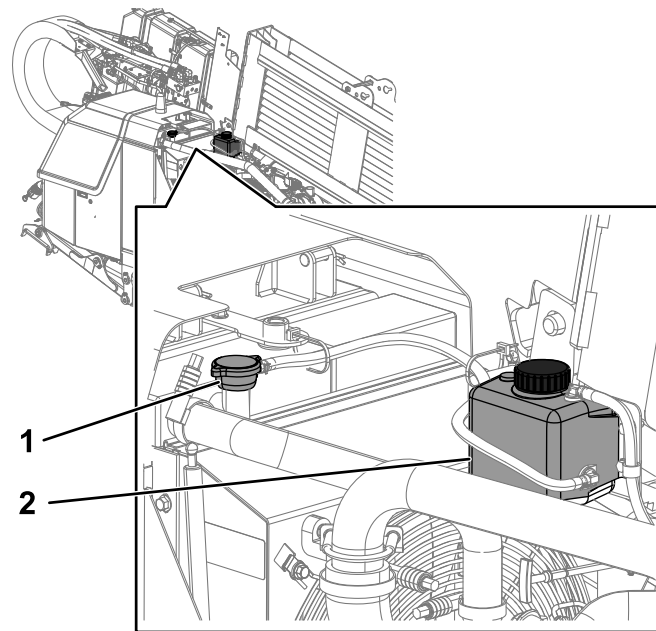
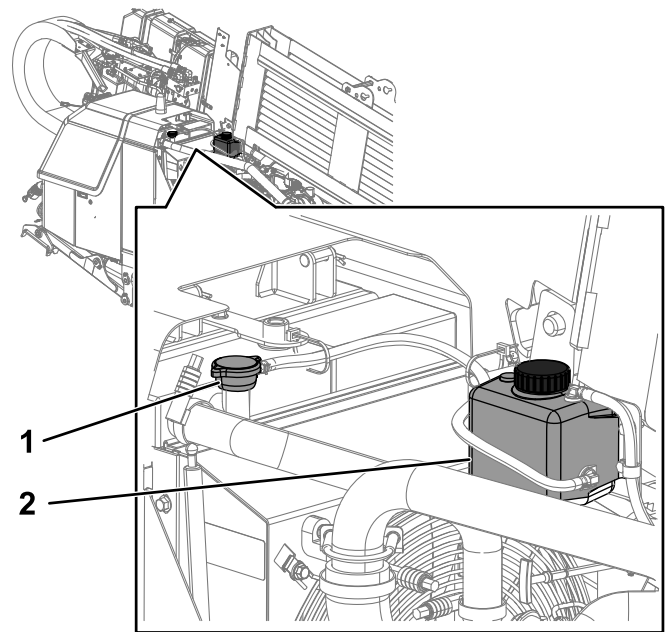

Bild 104
Bild 105
4. Prüfen Sie den Kühlmittelstand im Behälter (Bild 104).
4. Nehmen Sie den Kühlerdeckel vom Füllstutzen des Kühlers ab und prüfen den Kühlmittelstand (Bild 104 und Bild 105).
5. Wenn der Stand des Kühlmittels niedrig ist, füllen Sie Kühlmittel bis zur Unterseite des Füllstutzens auf (Bild 105).
6. Setzen Sie Kühlerdeckel auf und stellen sicher, dass er richtig abgedichtet ist (Bild 105).
4. Nehmen Sie den Kühlerdeckel ab (Bild 105).
2. Nehmen Sie den Kühlerdeckel ab (Bild 105).
4. Schrauben Sie den Kühlerdeckel wieder auf (Bild 105).